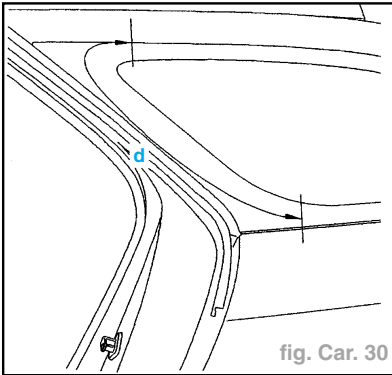

fig. Car. 30
- Équiper le couteau électrique (1) de la lame (3).
- Équiper le couteau électrique (1) de la lame (1).
- Côté extérieur (fig. Car. 30) :
- Équiper le couteau électrique (1) de la lame (2).